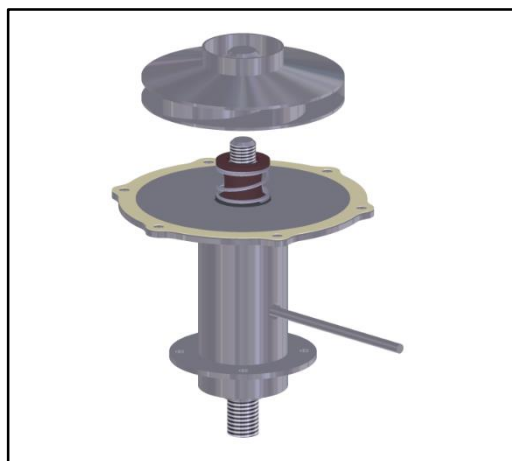

Figura 15: remoção do rotor.
h) Trave o eixo pelo orifício do mancal e, com uma chave 3/4", remova o rotor desrosqueando no sentido anti-horário (figura 15);